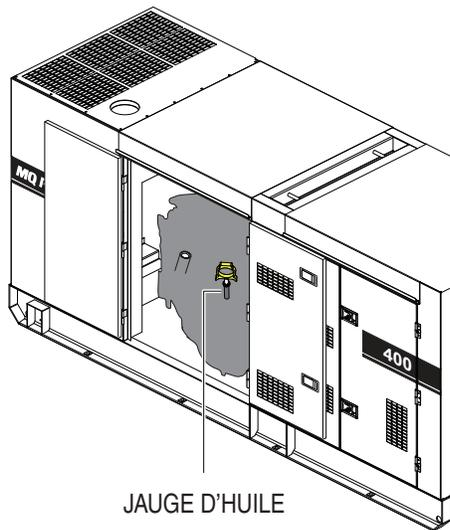

Figure 26. Jauge d'huile moteur
2. Retirez la **jauge** de son support (Figure 26) et essuyez-la bien.